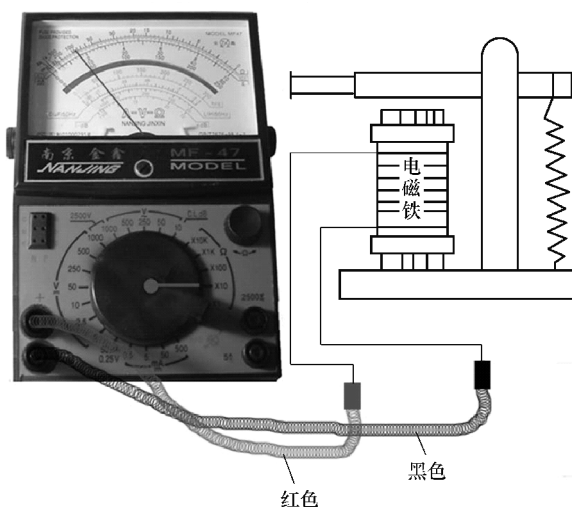

图 2-50 用万用表检测电磁继电器线圈
3) 检测电磁继电器线圈：电磁继电器的线圈是其最重要的部件，当电磁继电器工作异常时，可用万用表来检测其直流电阻值，从而判断线圈是否开路，具体方法如图 2-50 所示。